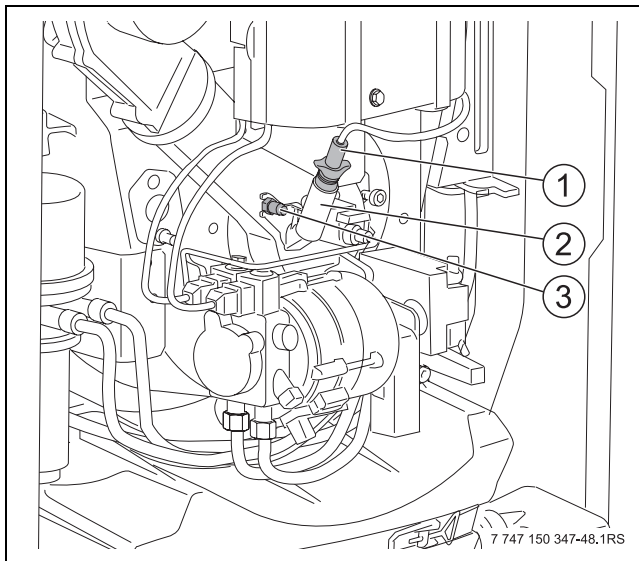

Fig. 67 Fotocel demonteren
- Schroef de meetnippel voor de statische ventilator-druk (→ Fig. 67, pagina 68, [3]) los.